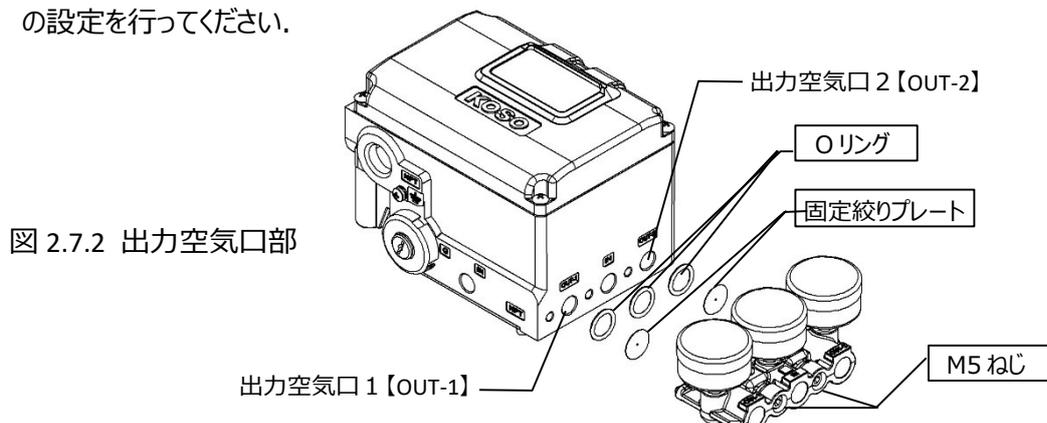

図 2.7.2 出力空気口部
3. 先に固定絞りプレートを出力空気圧口（図 2.7.2 参照）へ入れ、次に O リングを入れます。